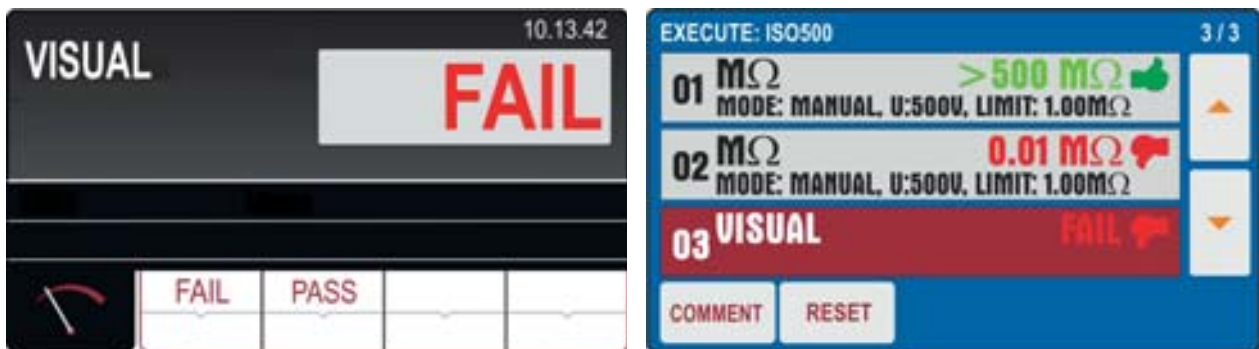

Fig. 79: Fonction AUTO TEST – Résultat final Autotest
11. Appuyez deux fois sur la touche **START/STOP** pour activer le test d'autotest "03" qui, dans l'exemple considéré, est la fonction **VISUAL** qui indique le résultat passé ou échoué du test inséré par l'opérateur (voir Fig. 79 – partie gauche)
13. À la fin de l'autotest, l'instrument dispose d'un écran final similaire à celui illustré à la Fig. 79 – partie droite